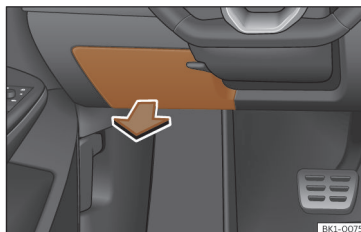

Fig. 179 No painel de instrumentos do lado do condutor: tampa da caixa de fusíveis.
- Agarre a tampa pelo seu lado superior e retire-a no sentido da seta >>> **Fig. 179**.